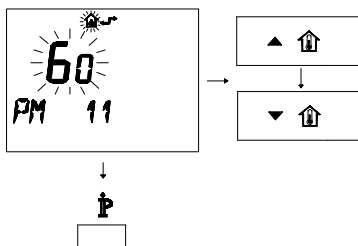

Figura 5.51
- Per modificare il SET programmato agire sui pulsanti **▲** o **▼** e aspettare che il numero programmato cominci a lampeggiare (Figura 5.51). Ogni passo incrementato o decrementato corrisponde a 1 secondo.